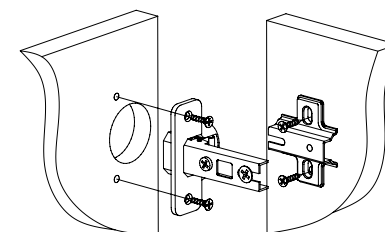

Рис.8
15. Установить двери 9, 10, закрепив петли затяжным винтом (Рис. 8).